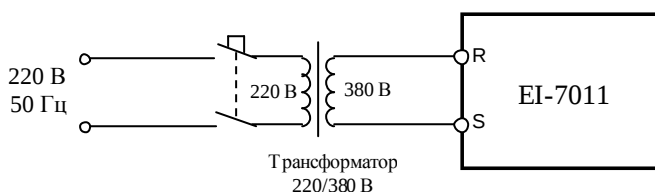

Рис. 4.9. Подключение ПЧ к сети 1ф 220В через трансформатор
Примечание: при проведении диагностики допустима подача силового напряжения 1ф 220В через повышающий трансформатор 220В/380В (п. 3.4.3), как показано на рис. 4.9.
- 4.9.3. Отсоединить разъем вентилятора от платы драйверов и проверить его вращение, подав напряжение ≈ 24 В от источника питания (п.3.4.2) между контактами +Упит и Общ (рис.4.9). При отсутствии вращения – вентилятор заменить (п. 5.3).
Примечание. Возможно проведение проверки на лампы при подаче питания через трансформатор (рис. 4.9).